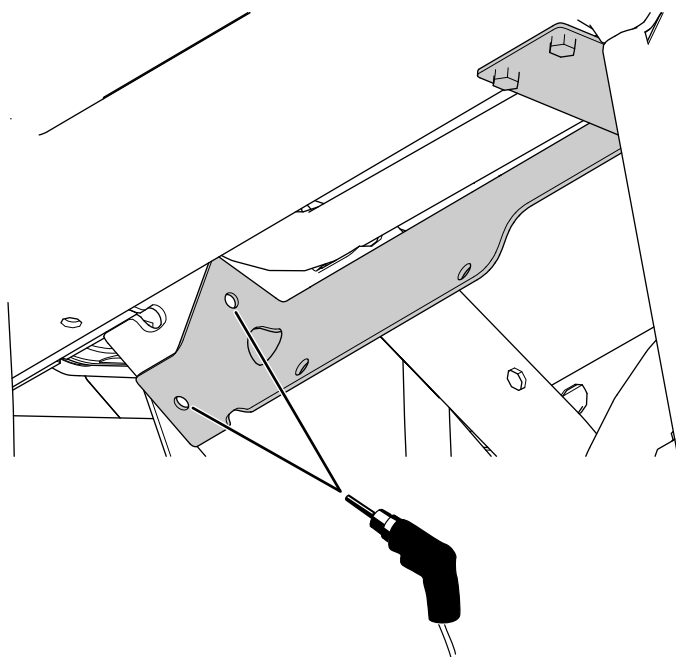

Figura 26
- C. Utilizando el soporte del calentador como plantilla, realice 2 taladros (5/16") en el soporte del salpicadero (Figura 26).